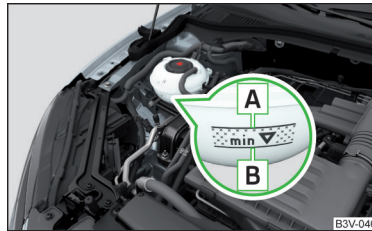

Abb. 326
Kühlmittelstand prüfen - der Kühlmittelstand muss zwischen den Markierungen **A** und **B** liegen » Abb. 326. Liegt der Kühlmittelstand unterhalb der Markierung **B**, das Kühlmittel nachfüllen.
Die **Spezifikation** des Kühlmittels ist auf dem Kühlmittelausgleichsbehälter aufgeführt » **Abb. 326**.
- Das Kühlmittel nicht über die Markierung **A** auffüllen » **Abb. 326**. Das Kühlmittel könnte bei Erwärmung aus dem Kühlsystem gedrückt werden - es besteht die Gefahr einer Beschädigung der Motorraumteile.